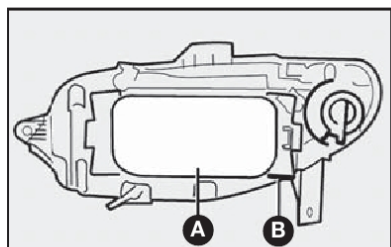
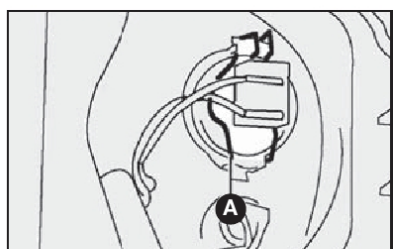

fig. 13
fig. 15
1) remover a tampa plástica **A** para ter acesso às lâmpadas deslocando a trava **B**-fig. 13.
3) retirar o porta-lâmpada pressionando as presilhas **A**-fig. 15 abrindo-as lateralmente.
6) reenganchar a presilha de fixação **A**-fig. 15 e reconectar a lâmpada, colocando por último a tampa plástica **A**-fig. 13.
1) remover a tampa plástica para ter acesso à lâmpada deslocando a trava **B**-fig. 13.